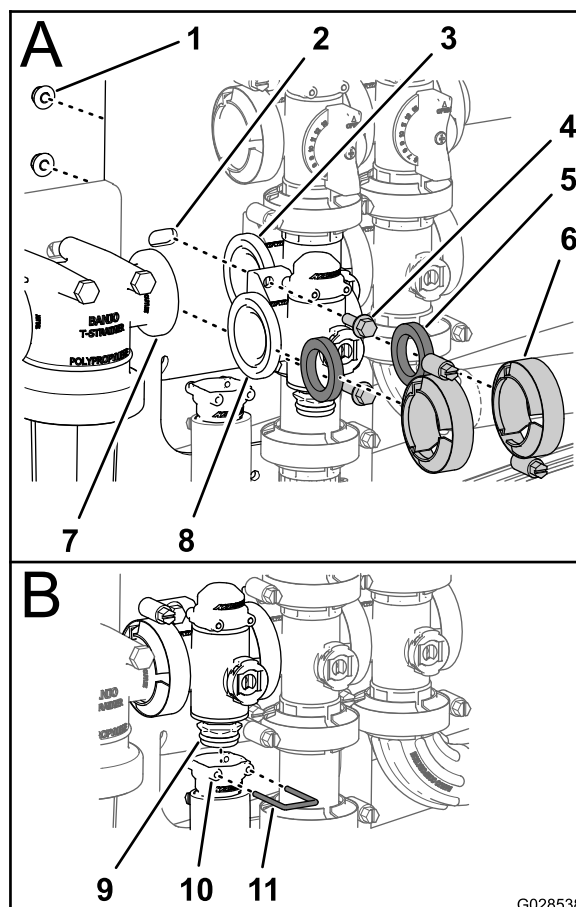

Рисунок 123
1. Установите прокладку между фланцами коллектора клапана управления нормой внесения и головкой фильтра линии нагнетания (Рисунок 123А).
2. Смонтируйте коллектор клапана управления нормой внесения, прокладку и головку фильтра линии нагнетания с помощью фланцевого хомута, затянув его от руки (Рисунок 123А).
3. Установите прокладку между фланцами клапана управления нормой внесения и коллектором клапана перемешивания (Рисунок 123А).
фланцевого хомута, затянув его вручную (Рисунок 123А).
5. Присоедините клапан управления нормой внесения к опоре крепления при помощи 2 болтов с фланцевыми головками и 2 фланцевых контргайк (Рисунок 123А), снятых при выполнении действий, описанных в пункте 3 раздела **Снятие коллекторного клапана управления нормой внесения** (страница 89), и затяните гайку и болт с моментом от 10 до 12 Н·м.
6. Установите выпускной штуцер на штуцер муфты в нижней части коллектора клапана управления нормой внесения (Рисунок 123В).
7. Прикрепите выпускной штуцер к штуцеру муфты, вставив держатель в гнездо выпускного штуцера (Рисунок 123В).